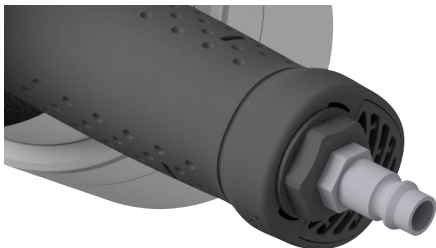

Fig. 15: Tryklufftilslutning
1. ➤ Rengør tryklufforsyningen (Fig. 15).